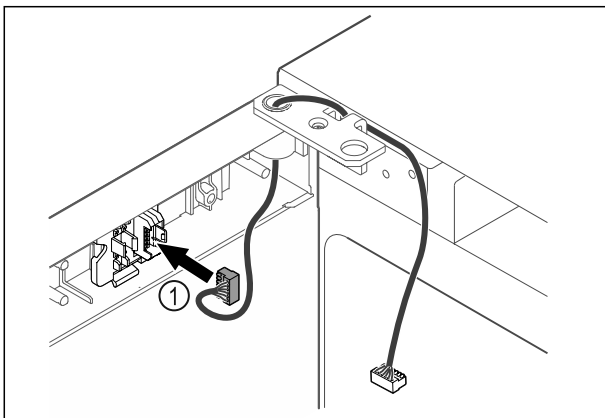

Fig. 49
- ▶ Įkiškite kištuką Fig. 49 (1) į kištuko laikiklį.